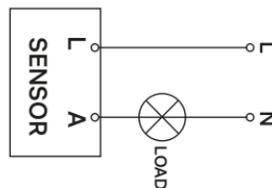

Рис. 2
- Подключить сетевой провод и провод от нагрузки к клеммным зажимам в соответствии со схемой (рис. 2).